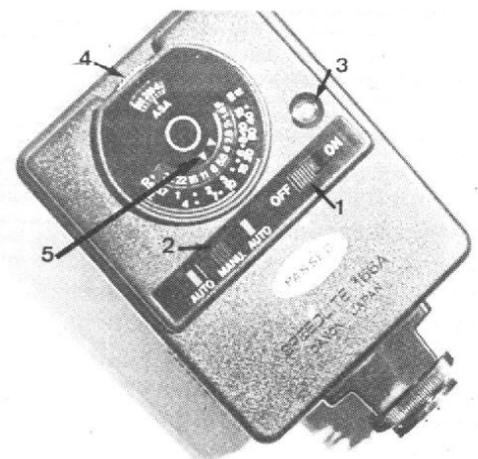

Fig. 31
Le calculateur du Speedlight 155A fonctionne pour des films dont la sensibilité est comprise entre 25 et 800 ASA. Pour chaque sensibilité, il offre le choix entre deux diaphragmes, par exemple (fig. 31), pour les 200 ASA sélectionnés par la couronne (4), les diaphragmes 8 ou 4 désignés par les flèches verte et rouge (5), associées aux deux positions automatiques du commutateur (2). Ce même commutateur autorise aussi le fonctionnement manuel du flash (position centrale). Toujours sur la figure 31, on distingue l'interrupteur de mise sous tension (1), et le témoin